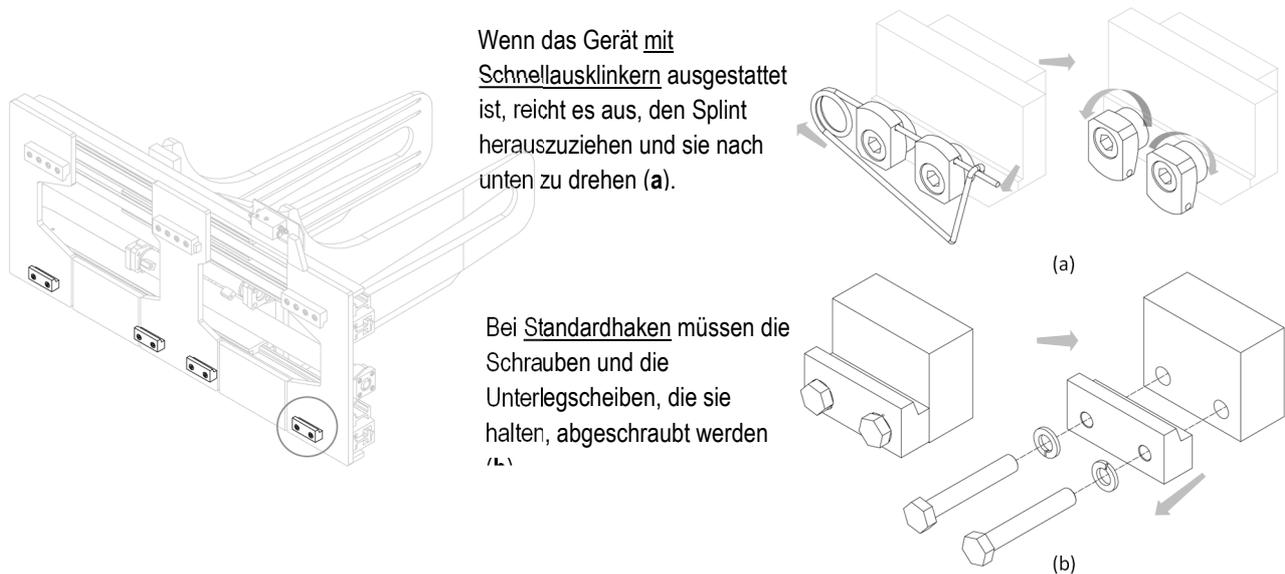

Abbildung 2
4. Entfernen Sie die unteren Haken vom Gerät (siehe *Abbildung 2*).